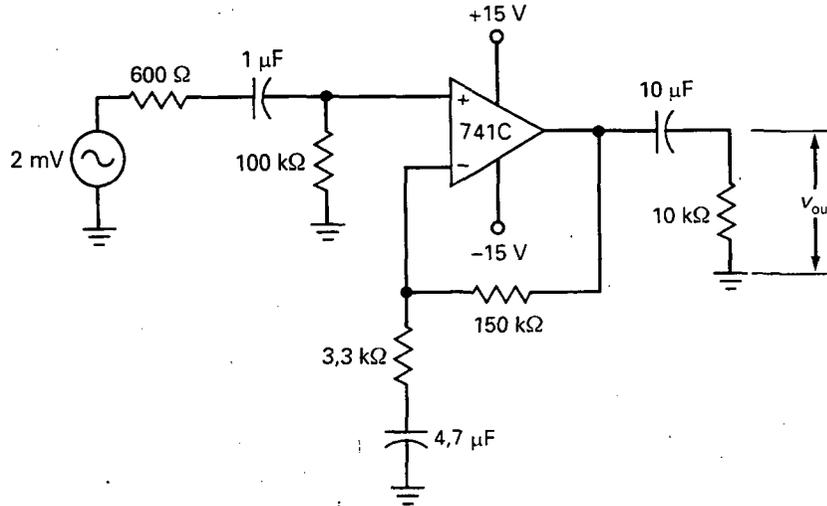

Figura 20-37
- 20-6. ¿Cuál es la ganancia de tensión en las frecuencias medias de la Figura 20-37? ¿Cuáles son las frecuencias de corte superior e inferior?